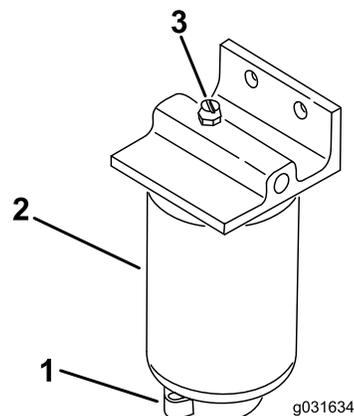

图 52
2. 松开滤清器底部的排油阀图 52。
1. 清洁滤清器的安装区域 图 52。